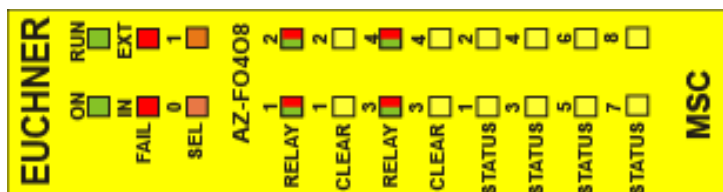

Figure 23 :
8.3.11. Module AZ-F04F08 (Figure 23)